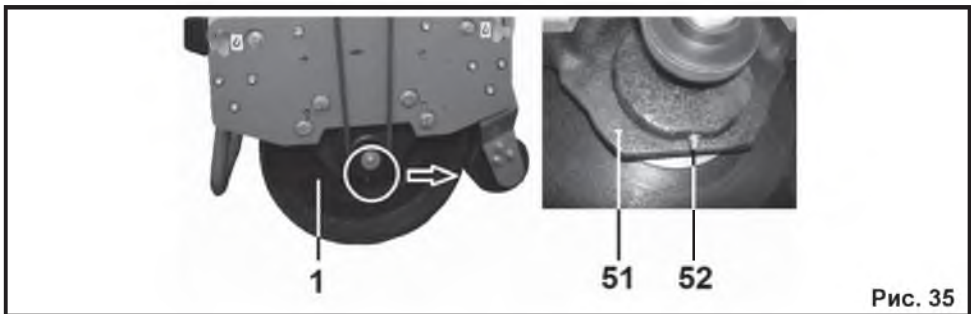

Рис. 35
13.5.1. Корпуса подшипников (51), вальца (1) смазывайте консистентной смазкой через масленку (52) через каждые 50 часов работы (Рис. 35).